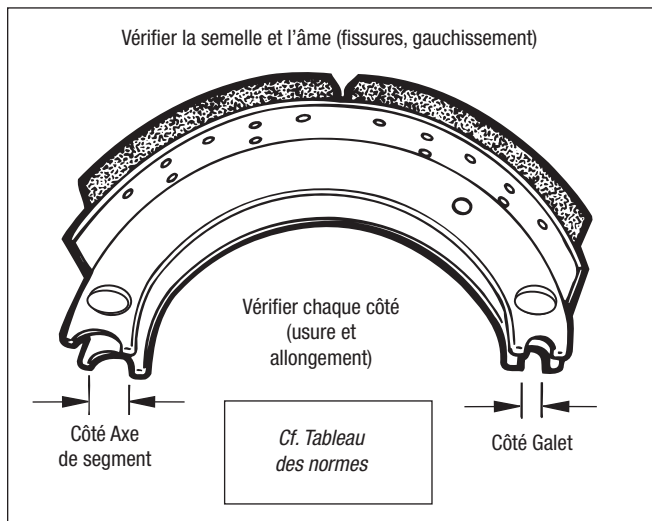

Figure 34 – Examen du segment et de la garniture
1. Vérifier les segments (âmes ou semelles gauches ou fendues, soudures rompues, rivets desserrés ou trous de rivets oblongs). Cf. Figure 34. En cas d'anomalies constatées, remplacer les segments par des segments garnis de qualité d'origine Bendix®.